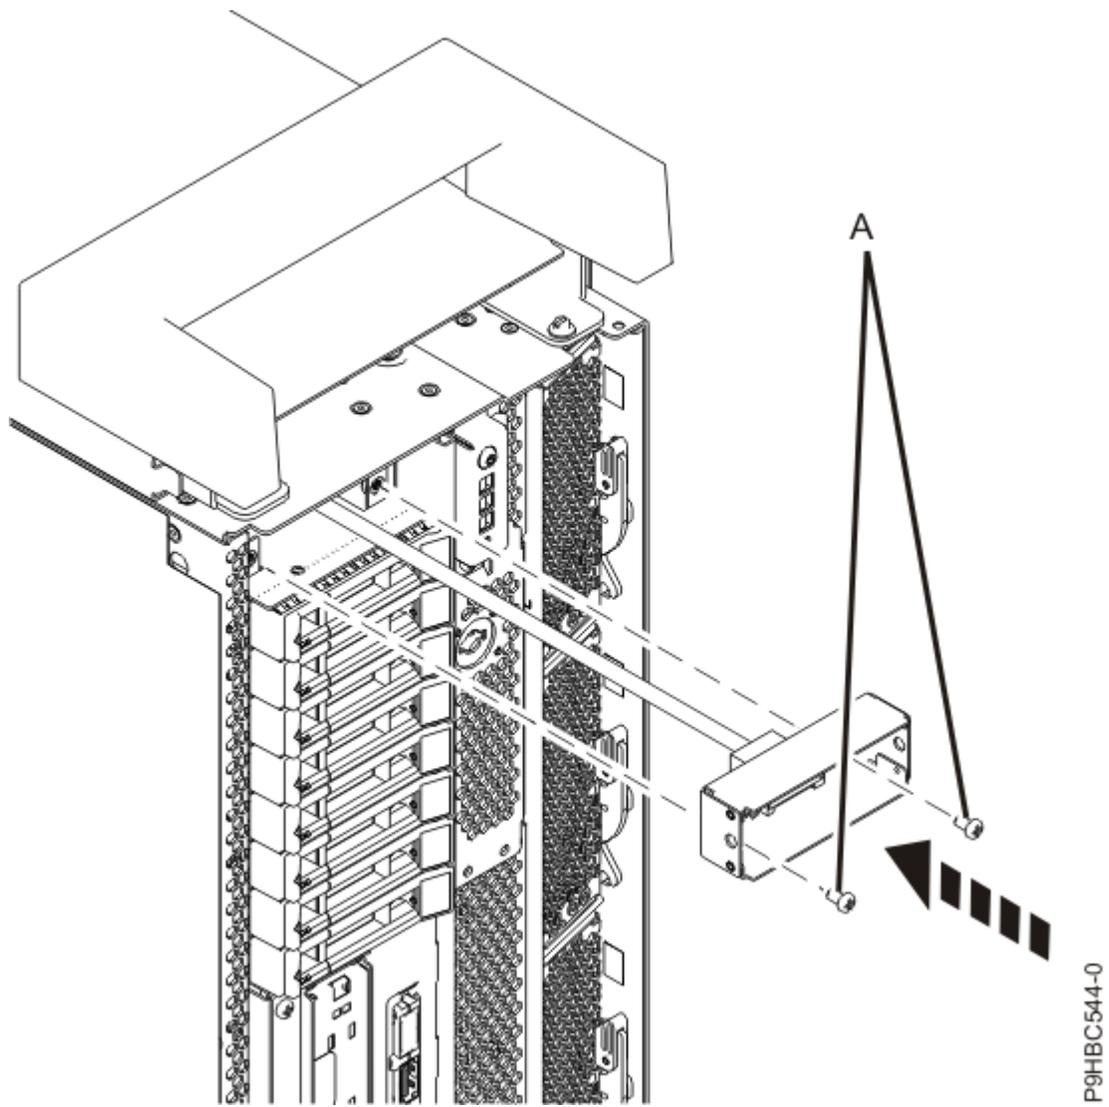
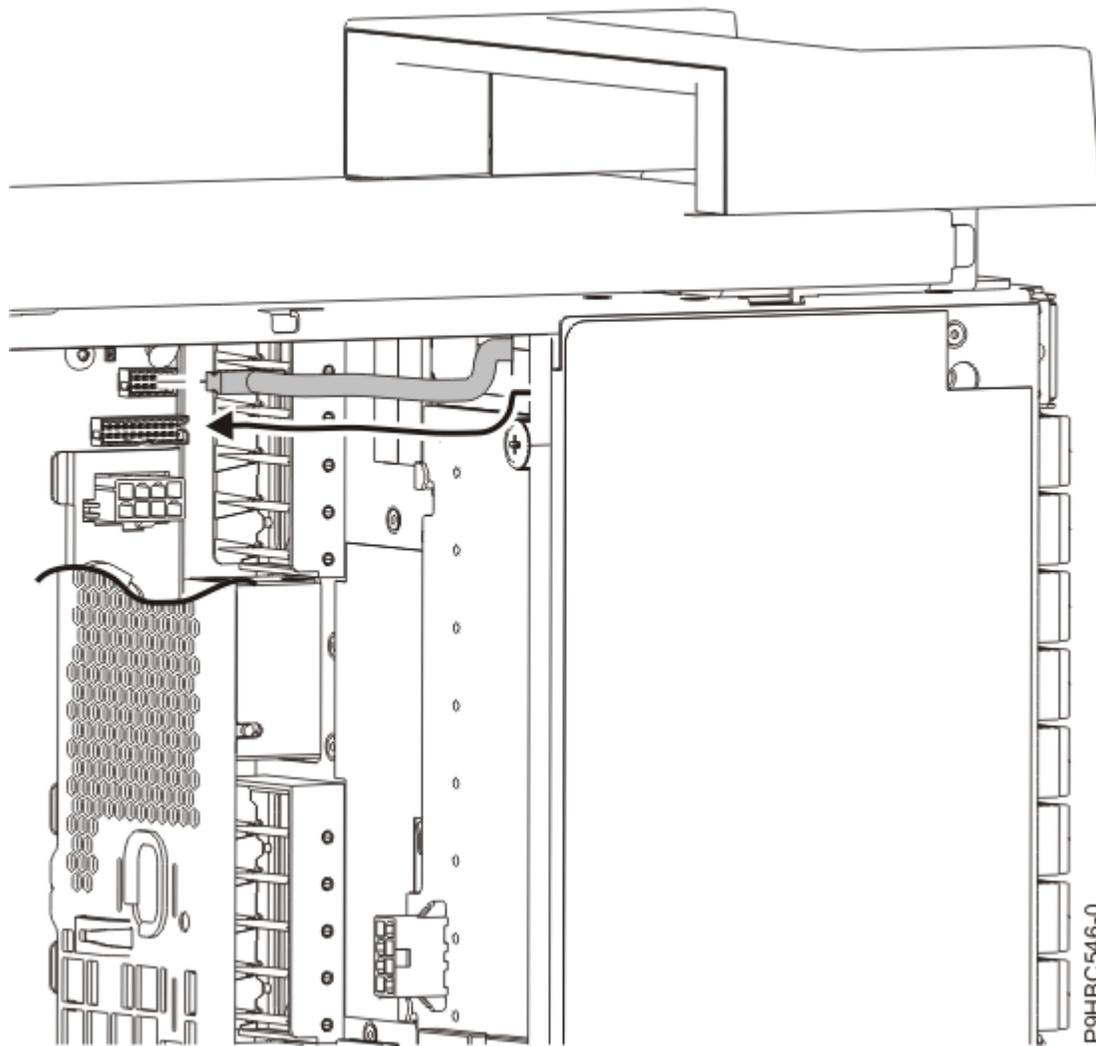

Figura 122. Inserción del cable de pantalla del panel de control para un sistema autónomo
Figura 123. Vía de acceso del cable de pantalla del panel de control para un sistema autónomo
4. Para el sistema autónomo, inserte el cable de pantalla del panel de control en el sistema tal como se muestra en la Figura 122 en la página 129 y la Figura 123 en la página 130.
Fije el alojamiento de la pantalla del panel de control en el sistema utilizando los dos tornillos **(A)** tal como se muestra en la Figura 122 en la página 129.